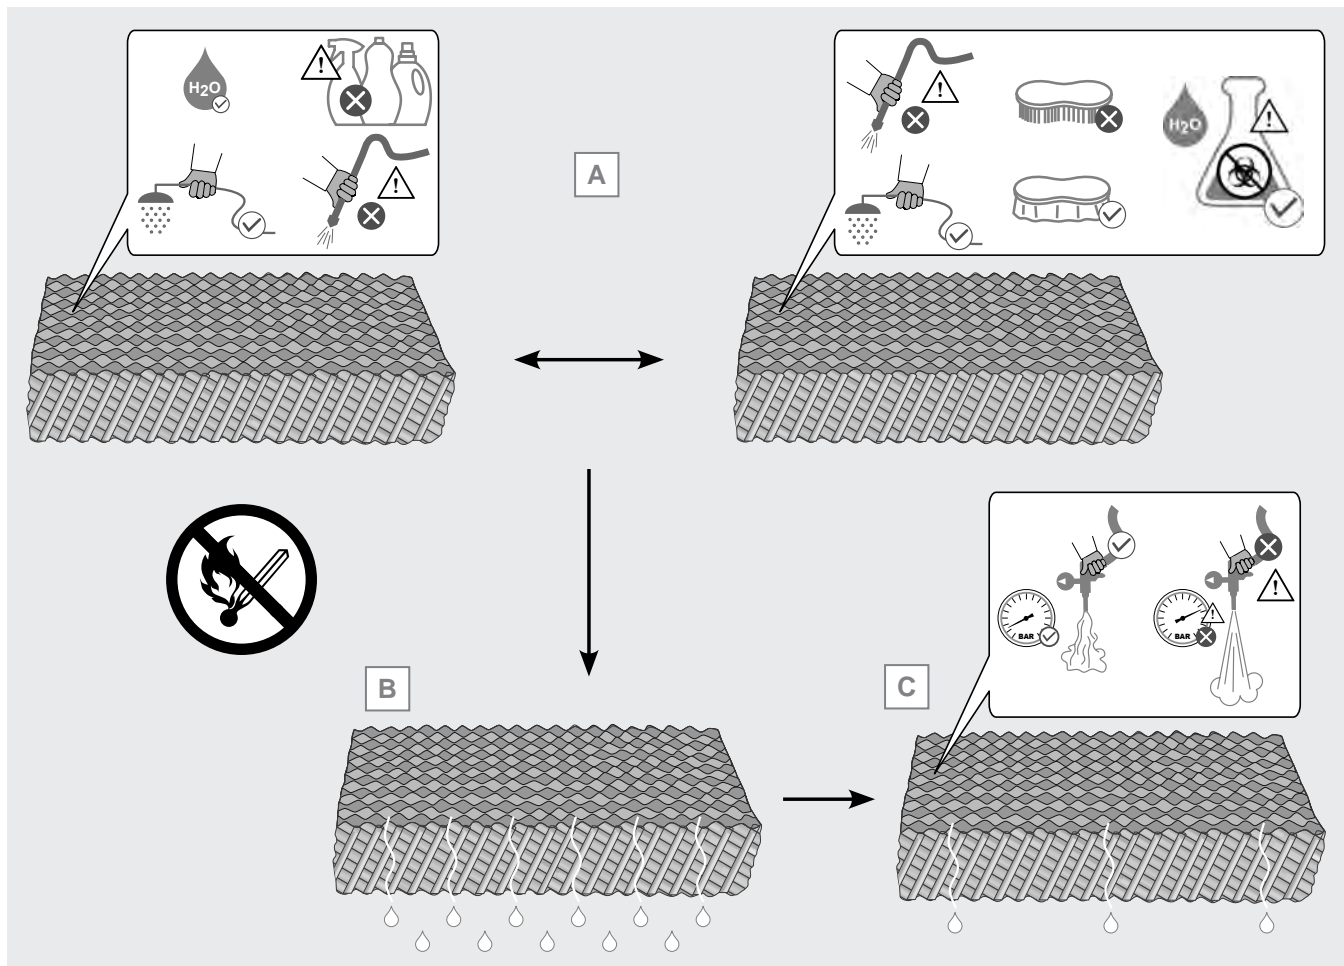

Abbildung 23
von Reinigungsmitteln oder anderen unspezifischen Substanzen zur Reinigung der Paneelen kann zu einer Verschlechterung der Paneele, zur Vermehrung von Algen und zum Wachstum von Bakterien führen. Algen, Bakterien und Mikroorganismen im Allgemeinen können die Struktur der Paneele und damit ihre Leistungsfähigkeit dauerhaft beeinträchtigen. Siehe Abbildung 23 A.
- 12.11.18 Lassen Sie das Wasser nach der Reinigung einige Minuten lang aus der Paneel abtropfen, siehe Abbildung 23 B. Falls erforderlich, entfernen Sie überschüssiges Wasser mit einem Niederdruck-Druckluftstrahl. Achten Sie darauf, dass die Paneelen nicht durch übermäßigen Druck beschädigt werden, siehe Abbildung 23 C.